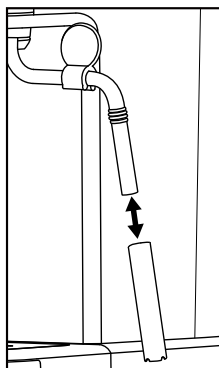

Figure 1
- 1) Tenez un récipient vide sous le mousser à lait ⑩.
- 2) Juste après utilisation, tournez le régulateur de vapeur ⑦ sur « ☞/💧 » et laissez s'échapper la vapeur quelques secondes.
- 3) Fermez le régulateur de vapeur ⑦ (tournez jusqu'à la butée dans le sens « ● »), arrêtez l'appareil et débranchez la fiche secteur.
- 5) Retirez la gaine du mousser à lait ⑩ (figure 1) et la nettoyez soigneusement à l'eau chaude.
- 7) Glissez à nouveau la gaine sur la buse (figure 1).